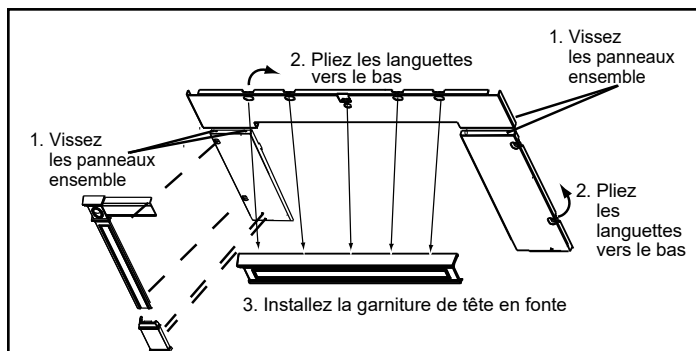

Figure 20.1
4. Pliez alors les onglets vers le bas vers le derrière de l'ensemble de panneau, 5 sur le dessus et 2 sur chaque patte. Laissez l'ensemble de panneau face vers le bas (**Figure 20.1**).